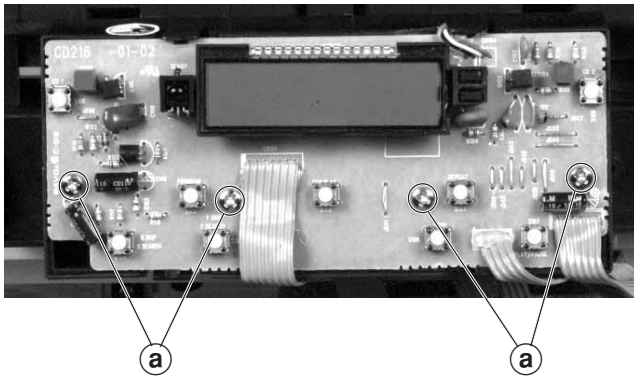

Fig. 7
- 4 Schrauben **a** herausdrehen (Fig. 7) und Bedienplatte ausrasten.
- Undo 4 screws **a** (Fig. 7) and disengage the keyboard PCB.